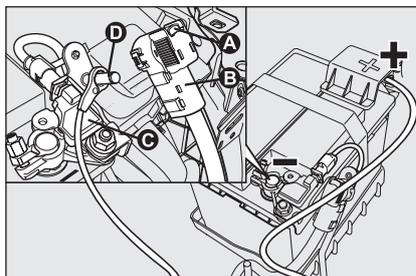

fig. 42
VERSIONI CON SISTEMA**Start&Stop fig. 42**
- premere il pulsante **A-fig. 42** per ottenere lo stacco del connettore **B** dal sensore **C** di monitoraggio stato batteria (quest'ultimo ubicato sul polo negativo della batteria stessa);